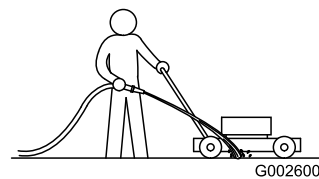

Figure 24
1. Mettez le moteur en marche après avoir amené la machine sur une surface revêtue plane et dirigez un jet d'eau devant la roue arrière droite (Figure 24).